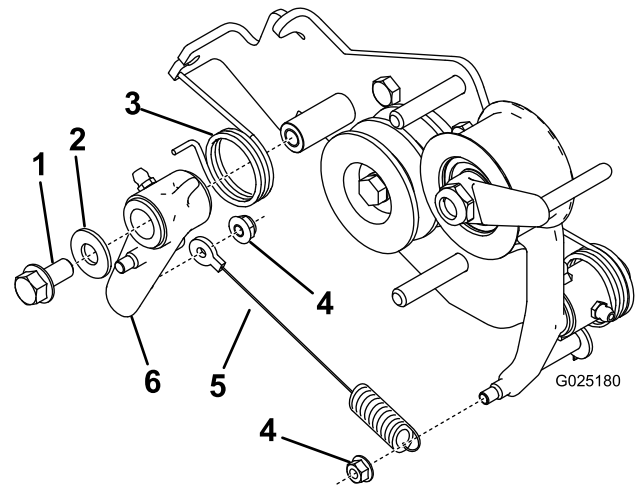

図 3
4. 既存のクラッチブラケットから走行レバーアセンブリおよび必要パーツを取り外し、新しいクラッチブラケットに取り付ける 図 3。
5. 走行レバーアセンブリとクラッチレバーに、先ほど外したケーブルリンクを接続する保存してあるナット 2 個を使用する 図 3。